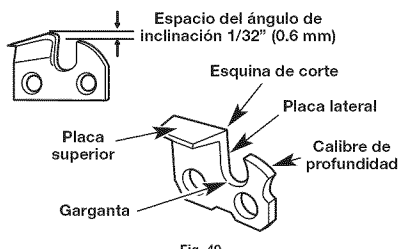

Fig. 40
- La medida del calibre de profundidad (o espacio del ángulo de inclinación) determina la profundidad con que penetran los dientes de corte en la madera y el tamaño de las virutas que se desprenden (Fig. 40). Demasiado espacio aumenta la posibilidad del contragolpe. Un espacio muy reducido disminuye el tamaño de las virutas, mermando así la capacidad de corte de la cadena.
- Mantenga el calibre de profundidad a una medida de 1/32 pulgada (0.6 mm). Use un calibrador para controlar la medida del calibre de profundidad. (Fig. 40)